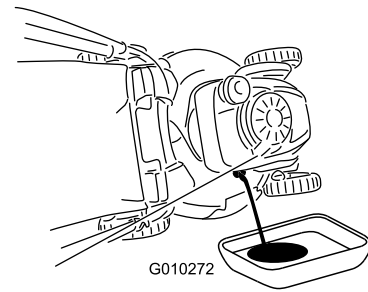

Figura 25
4. Coloque la máquina de lado con la varilla de aceite hacia abajo para drenar el aceite usado a través del tubo de llenado de aceite en un recipiente de aceite usado (Figura 25).